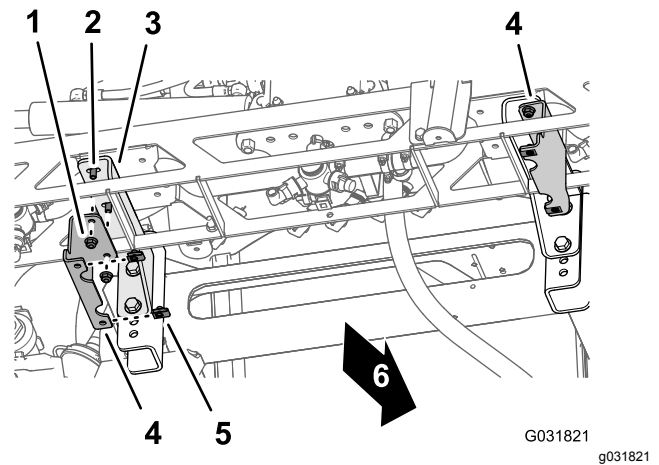

图 41
3. 拧下将左护罩支撑托架固定至中央喷洒臂段左支撑托架的2个凸缘锁紧螺母¾英寸然后取下护罩支撑托架图41。
4. 将2个凸缘锁紧螺母¾英寸拧到中央喷洒臂段左支撑托架的凸缘头螺栓¾ x 1英寸上图41并上紧螺栓和螺母扭矩至3745N·m。
5. 对中央喷洒臂段右侧的护罩支撑托架和中央喷洒臂段支撑托架重复步骤3和4图41。
6. 从左右护罩支撑托架中取下夹紧螺母图41。